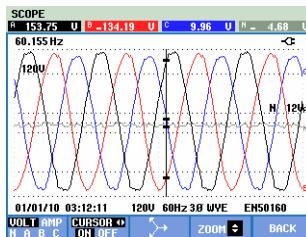

Рис. 23-2 Отображение осциллографм, курсор включен
- Нажмите F2, чтобы включить Курсор. При помощи клавиш со стрелками влево/вправо переместите курсор горизонтально вдоль осциллографмы. Значение осциллографм на Курсоре отображается в заголовке экрана, как показано на Рис. 23.2.